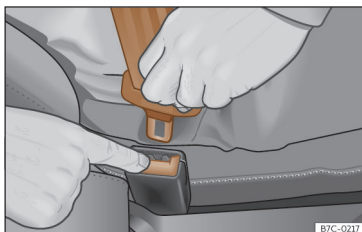

Fig. 23 Soltar a lingueta do fecho do cinto.
- Pressione o botão vermelho do fecho >>> Fig. 23. A lingueta saltará do fecho.